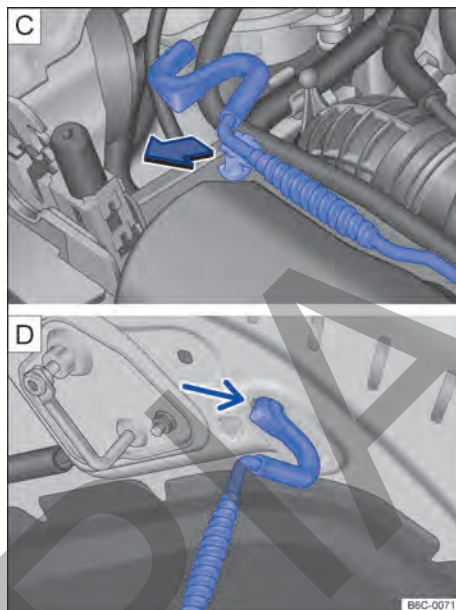

Fig. 181 [C] Varilla de sujeción de la tapa del compartimento del motor. [D] Tapa del compartimento del motor apoyada en la varilla de sujeción.
- Retirar la varilla de sujeción del soporte en el sentido de la flecha → fig. 181 [C] y colocarla en la abertura de la tapa del compartimento del motor → fig. 181 [D]. ▶
- Retirar la varilla de sujeción del orificio → fig. 181  y encajarla en el soporte del cierre → fig. 181 .